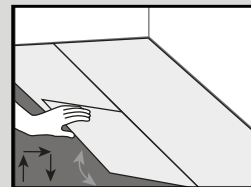
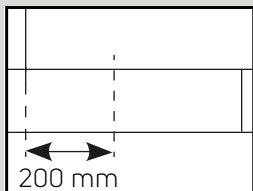
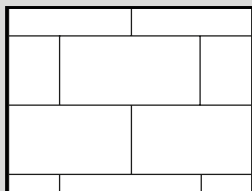

Fig. 3
Fig. 4a
Fig. 4b
4. Begin aan de tweede rij. Houd de plank in een hoek (van circa 30o) en klik de messingzijde in de groef van de eerste rij. Tik de plank/tegel stevig aan. Leg de volgende plank/tegel door de messingzijde en groef langs de lange kant in elkaar te duwen (Fig. 3). Tegels en planken moeten verspringend worden gelegd zodat de vier hoeken nooit op hetzelfde punt samenkomen (Fig. 4a en Fig. 4b).